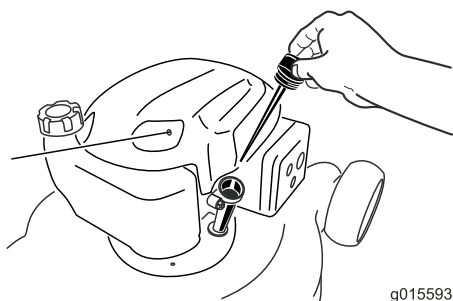

Figura 8
2. Rimuovete l'asta di livello, pulitela e reinseritela nel tubo di riempimento dell'olio fino in fondo, **ma senza avvitarla** (Figura 8).